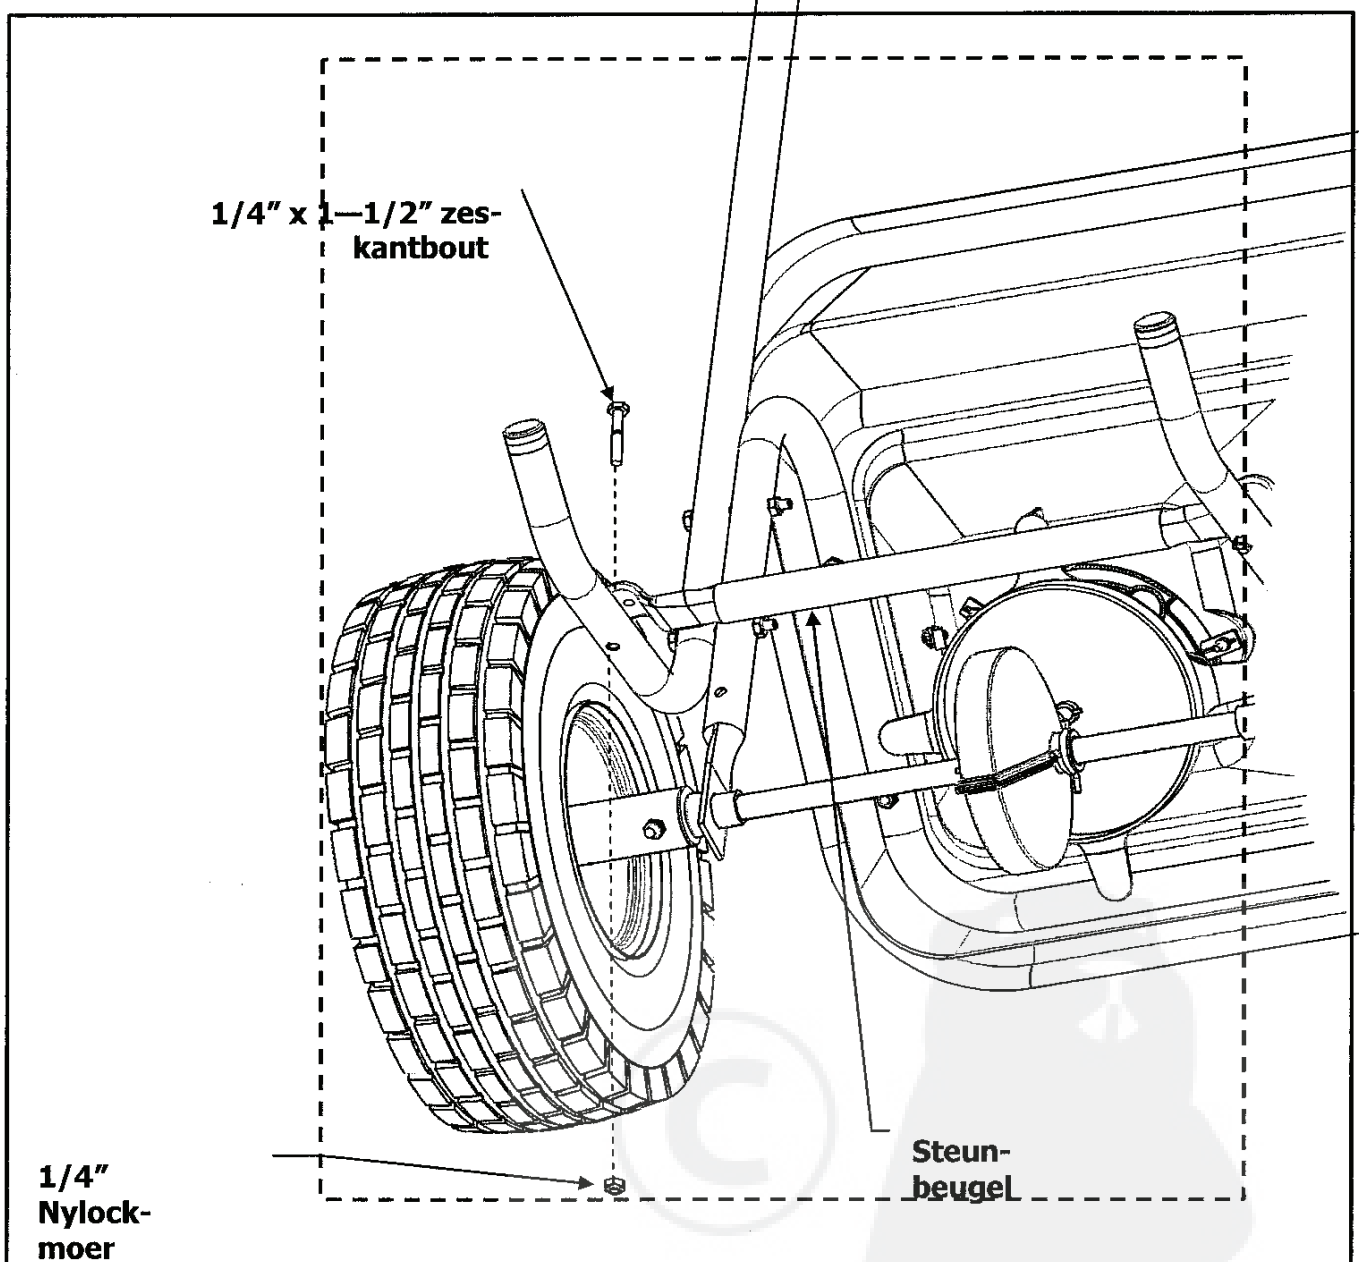

Fig. 2
2. Bevestig de steunbeugel aan de onderkant van het rechter- en linkerhandvat, met 1/4" x 1-1/2" zeskantbouten en 1/4" nylock-moeren. Zie Fig. 2.